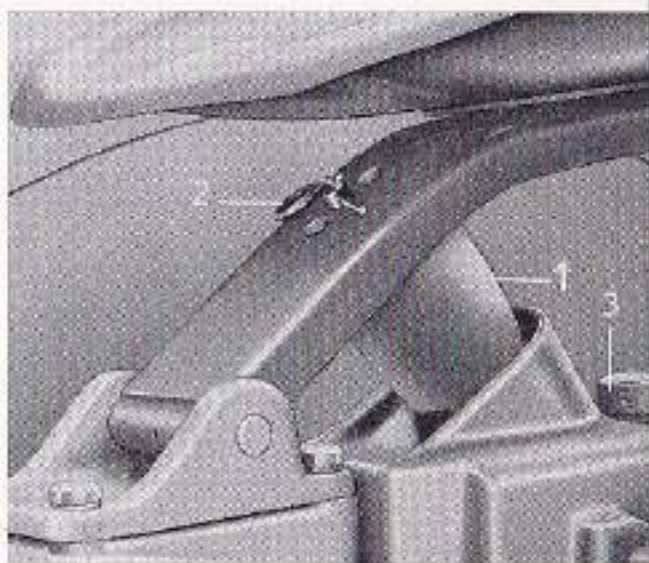

Bild 14
Die Gummihohlfeder 1 (Bild 14) kann je nach Bedarf nach hinten oder vorne verstellt werden. Dazu muß der Federsplint 2 entfernt und die Gummihohlfeder mit Bolzen in die vorgesehene Bohrung der Sitzschwinge gebracht werden. Bolzen mit Federsplint wieder sichern. Bei Verstellung nach vorne wird der Sitz weicher, bei Verstellung nach hinten wird der Sitz härter.
4. Diesel-Kraftstoff zum Ausspülen in Getriebe durch Öleinfüllöffnung 3 (Bild 14) einfüllen. Füllmenge 9 Liter.